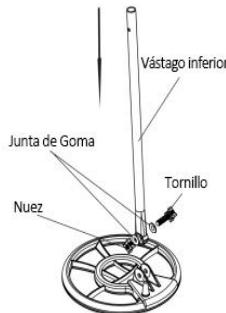

Figura 2
1. Aflojar la perilla de bloqueo del vástago inferior y retire el perno. Presionar el enlace inferior de la sonda y bloquéarlo(ver figura 2). Atención, Las arandelas de goma deben ser colocadas correctamente.